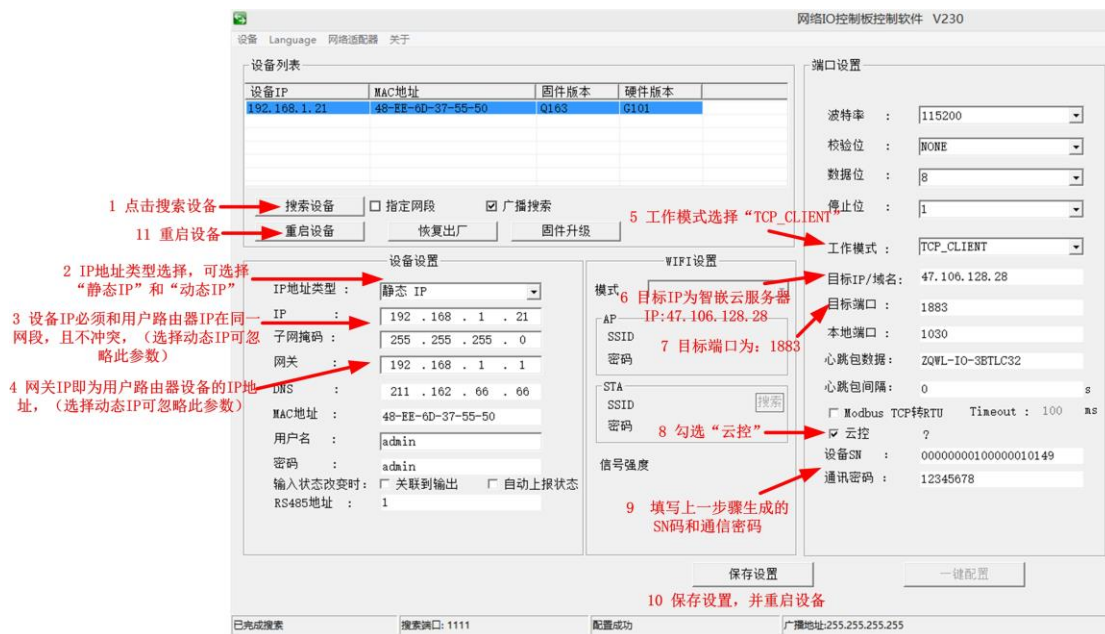

图 9.7 设备参数配置
打开“网络IO控制板配置软件”，按图 9.7 所示步骤进行配置。
- ① 保存参数并重启设备，参数方可生效。
- ② IP 地址类型选择“动态 IP”时，图 9.7 中的第 3、4 步可不设置。